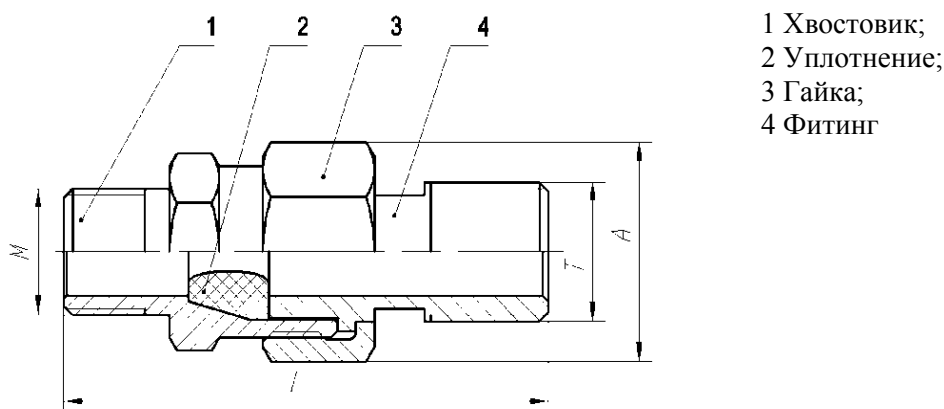

Рисунок 10
- установить хвостовик 1 (см. рисунок 10) на ЭРА-10. Резьбовое соединение хвостовика и оболочки ЭРА-10 стопорить герметиком или краской. Нанести герметик ВГО-1 ТУ 38.303-04-04-98 или эмаль ЭП-51 ГОСТ 9640-85 на 4-5 ниток резьбы. Поверхности, на которые должна наноситься краска (герметик), предварительно обезжирить ацетоном или бензином БР-1. Соединение монтировать, медленно проворачивая хвостовик по (против) часовой стрелки для равномерного распределения герметика (краски), после чего провести окончательную затяжку.
Последовательно надеть на кабель детали 3, 4, 2 (см. рисунок 10).